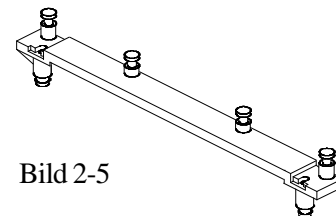

Bild 2-5
- ❑ Kühlkörperhalter Basisteil (HSSBASE) - Wird von oben auf das Mainboard gesteckt und mit den Befestigungsstiften (siehe unten) von oben fixiert. (siehe Bild 2-5)